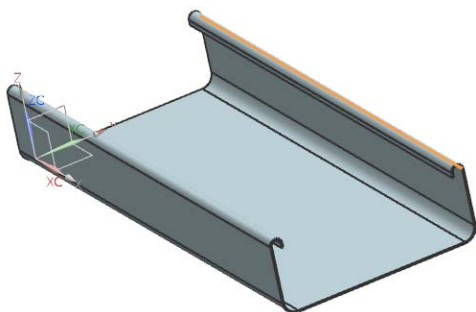
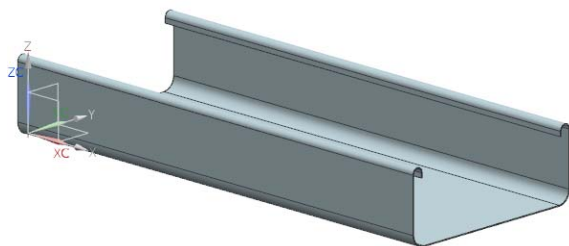

图 3-106 选择弯边
图 3-107 创建折边特征 2
(4) 在视图区选择弯边, 如图 3-106 所示。单击  按钮, 创建折边特征 2, 如图 3-107 所示。